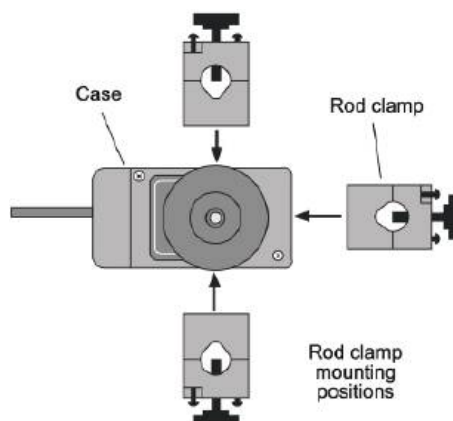

Figura 64: Conexión de abrazadera de varilla.
- La abrazadera de varilla se puede conectar al sensor en tres ubicaciones diferentes: en el extremo opuesto al cable y encendido a ambos lados del caso, tal como se muestra en la Figura 64.